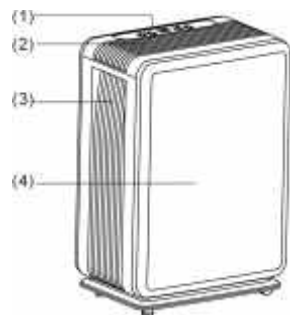

Рис. 1
**4. ОПИСАНИЕ ПРИБОРА (Рис. 1,2)**